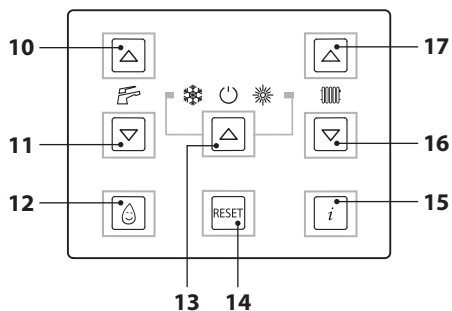
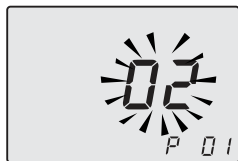
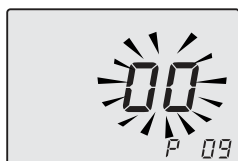
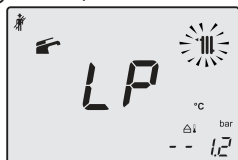

Рисунок 7.2
Рисунок 7.3
Рисунок 7.4
Рисунок 7.5
- Войдите в "режим программирования", нажав одновременно и удерживая в течение 10 секунд кнопки 13-16-17 (Рисунок 7.2) до появления на ЖК дисплее кода **P01** и значения параметра, которые указывают на вход в "параметр 01" (Рисунок 7.3).
- Нажмите кнопку 16 или 17 (Рисунок 7.2) для просмотра параметров и найдите параметр **P09** ("трубочист") (Рисунок 7.4).
- Нажмите одновременно кнопки 13 и 17, чтобы появилось значение **00** (режим "трубочист" отключен) (Рисунок 7.4). При помощи кнопки 16 или 17 измените значение на **01** (режим "трубочист" активирован при минимальной температуре отопления) и нажмите для подтверждения кнопку 13. На дисплее появится символ **LP**, сменяющийся значением минимальной температуры горячего водоснабжения (Рисунок 7.5).
- При помощи кнопки 16 или 17 (Рисунок 7.2) измените состояние на **dP** (режим "трубочист" активирован при максимальной температуре горячего водоснабжения) и нажмите для подтверждения кнопку 13. На дисплее появится символ **dP**, сменяющийся значением максимальной температуры горячего водоснабжения.
- Нажмите кнопку 17 (Рисунок 7.2) для просмотра параметров и найдите параметр **P09** ("трубочист") (Рисунок 7.4).
- Увеличьте или уменьшите значение при помощи кнопки 17 или 16 (Рисунок 7.2). Подождите 3 минуты, пока давление газа стабилизируется, после чего считайте значение на газовом манометре. **Помните, что во время калибровки максимума**
- Чтобы сохранить значение, нажмите кнопку 11 (Рисунок 7.2) и удерживайте ее в течение 1 секунды.
- Чтобы перейти к калибровке газового минимума, нажмите кнопку 10 (Рисунок 7.2). На дисплее появится символ **S-L**, сменяющийся параметром минимальной абсолютной мощности (Рисунок 7.15).
- Увеличьте или уменьшите значение при помощи кнопки 17 или 16 (Рисунок 7.2). Подождите 3 минуты, пока давление газа стабилизируется, после чего считайте значение на газовом манометре. **Помните, что при калибровке минимума нельзя вернуться к большему пропущенному значению.**
- Нажмите кнопку 10 (Рисунок 7.2), чтобы проверить установленное максимальное значение и, в случае необходимости, измените его, выполнив описанную выше
- Нажмите кнопку 10 (Рисунок 7.2), чтобы проверить установленное минимальное значение и, в случае необходимости, измените его, выполнив описанную выше процедуру.